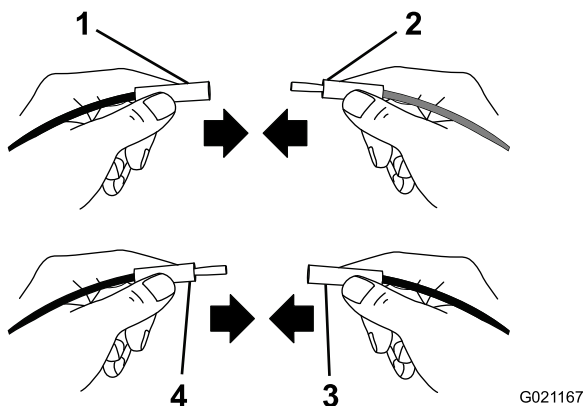
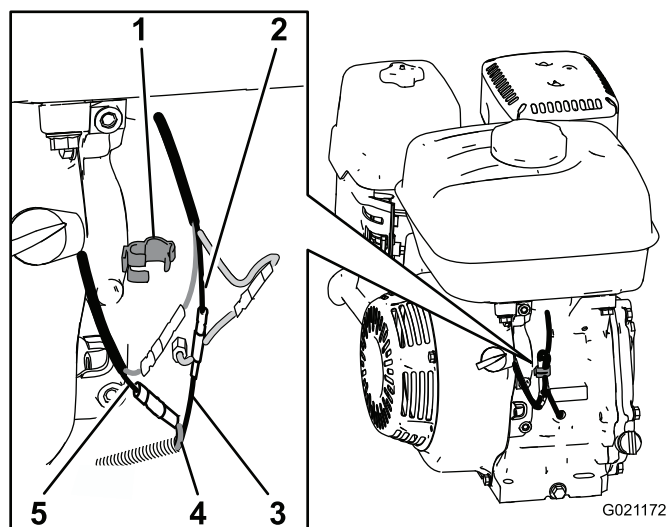

Figura 7
Figura 8
3. Conecte el cable **gris** del interruptor de la cubierta al cable negro **del interruptor del motor** (Figura 7 y Figura 8).
4. Conecte el cable **negro** del interruptor de la cubierta al cable negro **del motor** (Figura 7 y Figura 8).